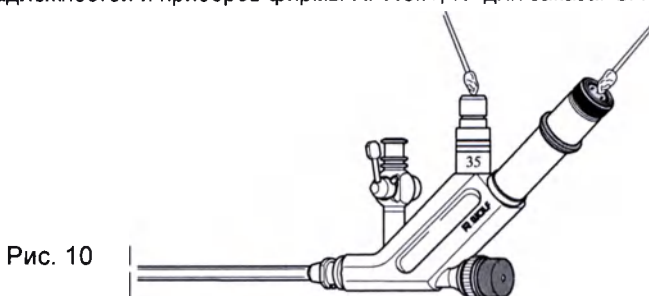

Рис. 10
- ◆ Поверхности стекла вытирать пропитанным алкоголем тампоном (использовать деревянные предметы, а не металлические или пластмассовые), плохо стираемые налеты удалять средством для чистки инструментов* (рис. 10).